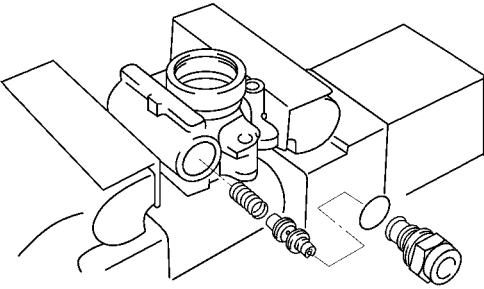

图 16-54 拆下压力口管接头、流量控制阀、
(1) 脱开压力管道。握住压力口的管接头，同时脱开压力管道。
(2) 旋松带轮螺母。用手压在传动带上将带轮固定在某一位置，旋松带轮螺母。
(3) 在安装好 PS 泵后调整传动带的张紧度，并拆下压力口管接头、流量控制阀、弹簧和 O 形密封圈，如图 16-54 所示。